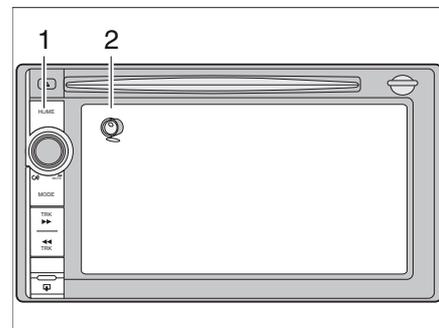
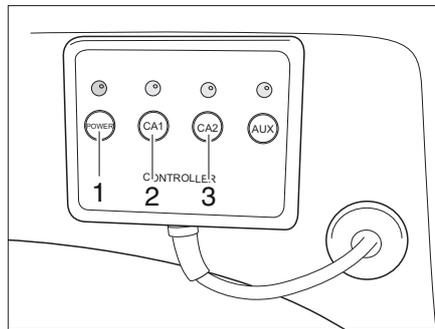

Bild 14 LCD-Display
Bild 15 Panel
- Auf dem LCD-Display (Bild 14) des Navigationssystems wird das Bild der Kamera angezeigt.
- 2x Taste HOME (Bild 14,1) drücken.
- Symbol Rückansicht (Bild 14,2) anwählen.
- Auf dem LCD-Display (Bild 14) des Navigationssystems wird das Bild der Kamera 2 angezeigt.
- Taste POWER (Bild 15,1) am Panel drücken.
- Taste CA1 (Bild 15,2) drücken. Das Bild von Kamera 1 wird auf dem LCD-Display (Bild 14) angezeigt.
- Taste CA2 (Bild 15,3) drücken. Das Bild von Kamera 2 wird auf dem LCD-Display (Bild 14) angezeigt.